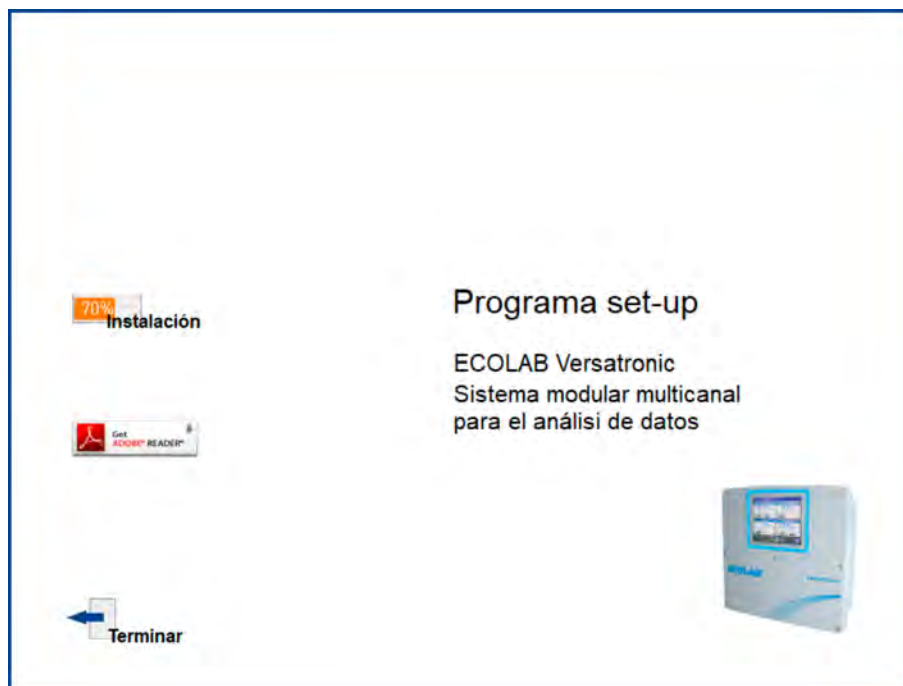

Fig. 100: Pantalla de inicio del programa de instalación
4. ▶ Lea y confirme el acuerdo de licencia. Una aceptación del acuerdo es requisito previo para que se pueda instalar el software. (Véase Fig. 100 .)